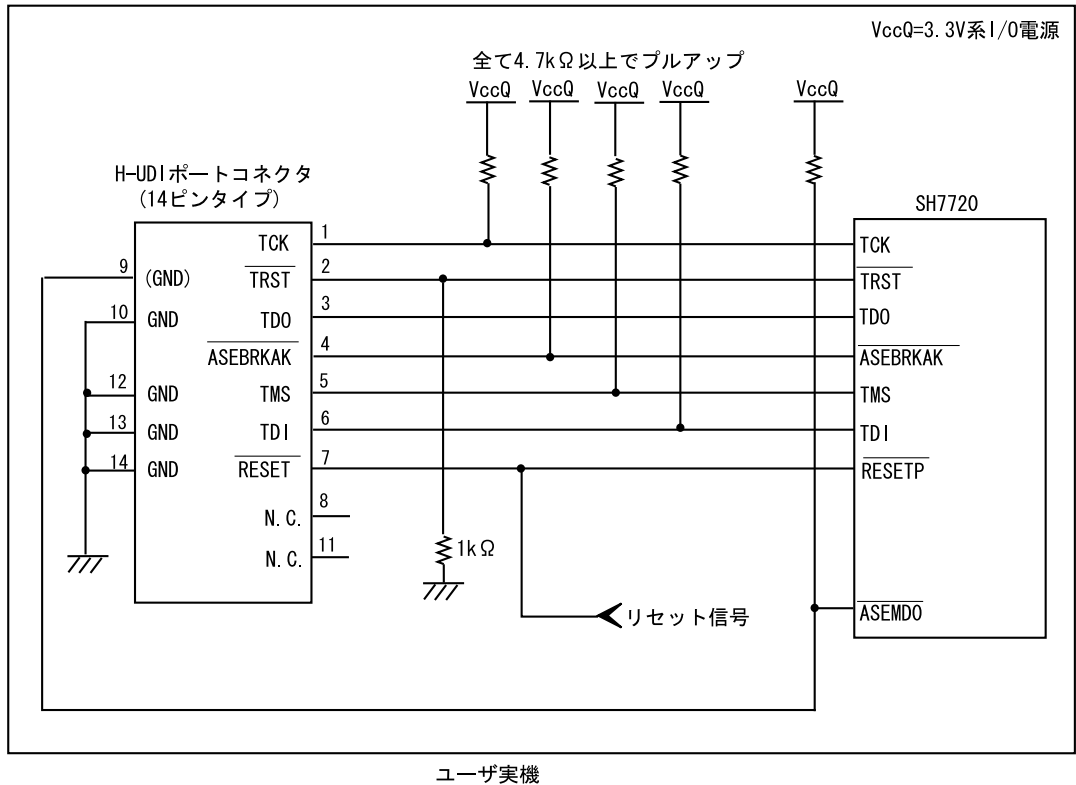

図 1.6 E10A-USB 使用時の H-UDI ポートコネクタ - チップ間の接続例
E10A-USB エミュレータ使用時の H-UDI ポートコネクタ(14 ピンタイプ)とチップ間の推奨接続例を図 1.5、UVCC 未接続時の接続例を図 1.6 に示します。
6. 図 1.5, 図 1.6 に記載されている抵抗値は、参考値です。
- 図 1.6 接続例で回路を組んだ場合の E10A-USB エミュレータのスイッチ設定：SW2=0, SW3=1 スイッチ設定の詳細は、「SuperH™ファミリ用 E10A-USB エミュレータユーザーズマニュアル 3.8 DIP スイッチの設定」を参照してください。